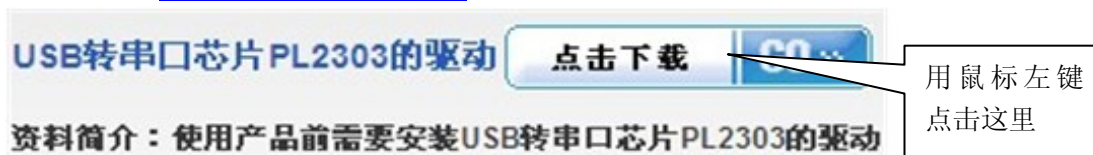

图 3-28 USB 转串口驱动下载
(2) 请登陆www.plc77.com/xzzx.asp找到图 3-28 点击下载。